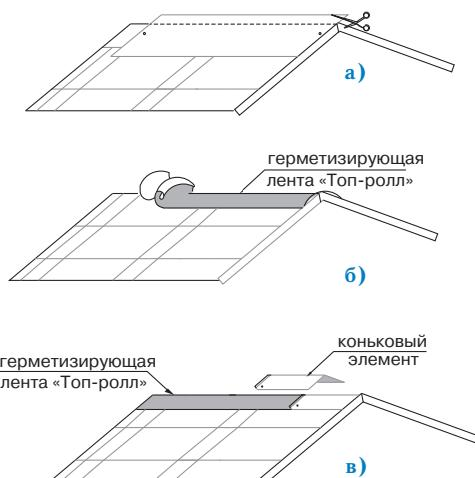

Рис. 4
### Конек (рис. 4)
- Верхний ряд черепицы ПРЕСТИЖ ВИЗАНТИЯ ЦИНК-ТИТАН доводится до линии конька (ребра), выступающие части листов обрезаются (рис. 4а);
- линии коньков и ребер герметизируются специальной самоклеящейся лентой «Топ-ролл» (рис. 4б);
- далее устанавливаются внахлест специальные коньковые элементы (направление укладки по преимущественному направлению ветра). Каждый коньковый элемент плотно прижимается к основанию кровли и фиксируется двумя гвоздями из нержавеющей стали длиной 35 мм, которые перекрываются следующим коньковым элементом (рис. 4в).